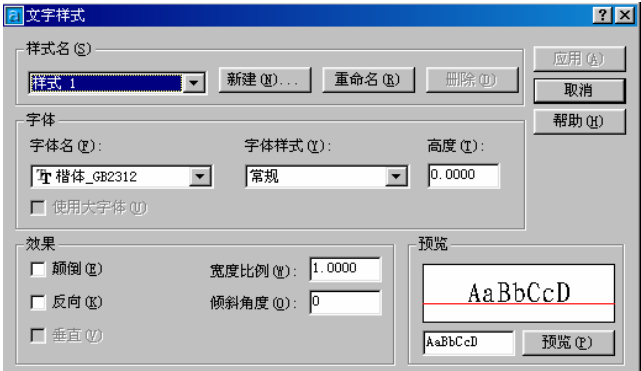

图 3-65
(1)新建文字样式。单击【格式】图层/【文字样式选项，各项参数如图 3-65 所示。然后单击“应用”、“关闭”按钮。